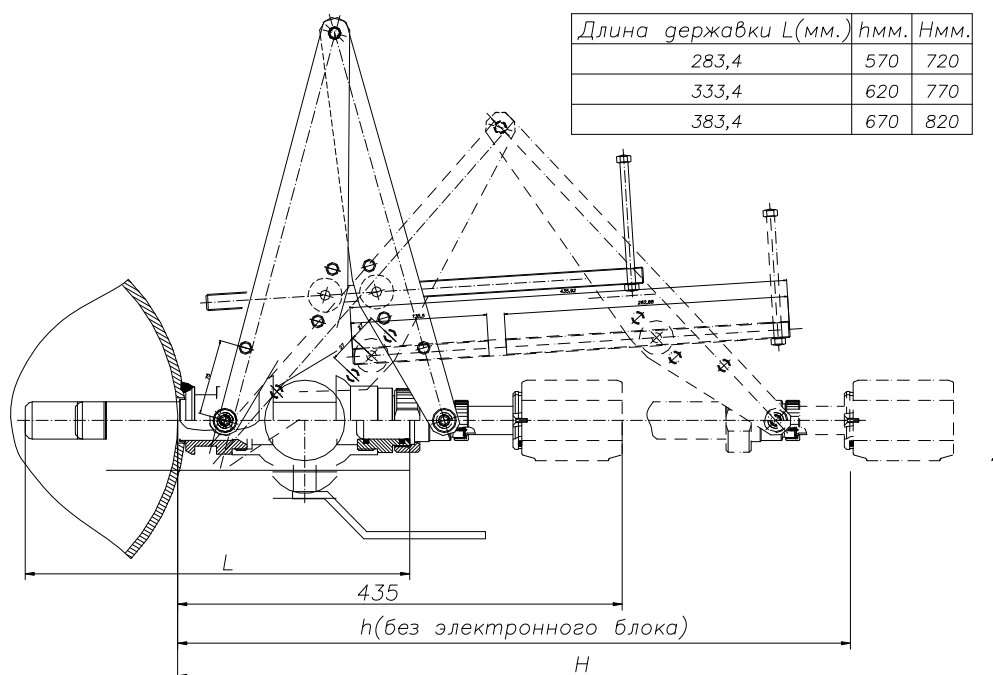

Рисунок 9 — Габариты и установочные размеры преобразователей (датчиков) скорости ДС
- глубина погружения ДС задаётся высотой шлюза (расстоянием от верхнего торца шлюза до внешней образующей трубы), толщиной стенки трубы в месте установки ДС и длиной  $L$  державки ДС (рисунок 9);